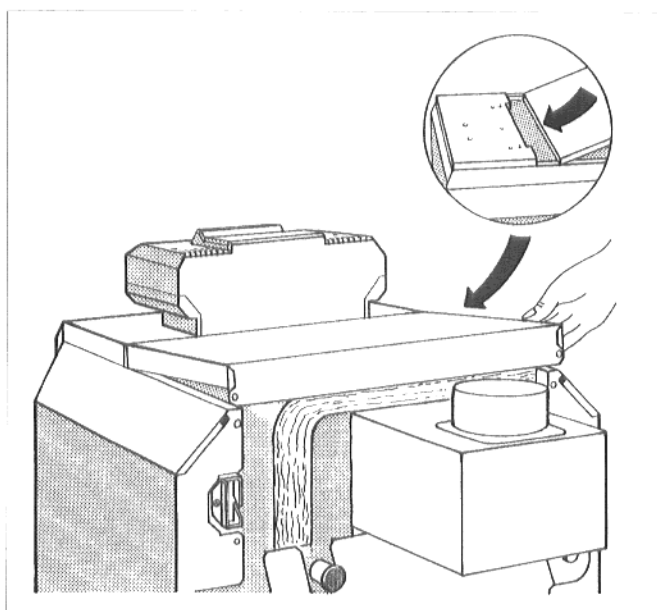

Fig. 22: Montare il coperchio posteriore della caldaia
- Spingere il coperchio posteriore della caldaia sotto il coperchio anteriore della caldaia infilandone le staffe nella parte inferiore e premere dunque verso il basso nella parte posteriore (Fig. 22).